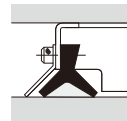

Abb. 2 Verstärkter Abstreifer
- (3) Wenn die Einheit an einem Standort eingesetzt wird, die Metallspänen oder Schweißspritzern ausgesetzt ist, muss diese mit einem faltbaren oder teleskopartigen Staubschutz oder ähnlichem abgedeckt werden oder mit einem metallplattenverstärkten Abstreifer ausgestattet sein (siehe Abb. 2).